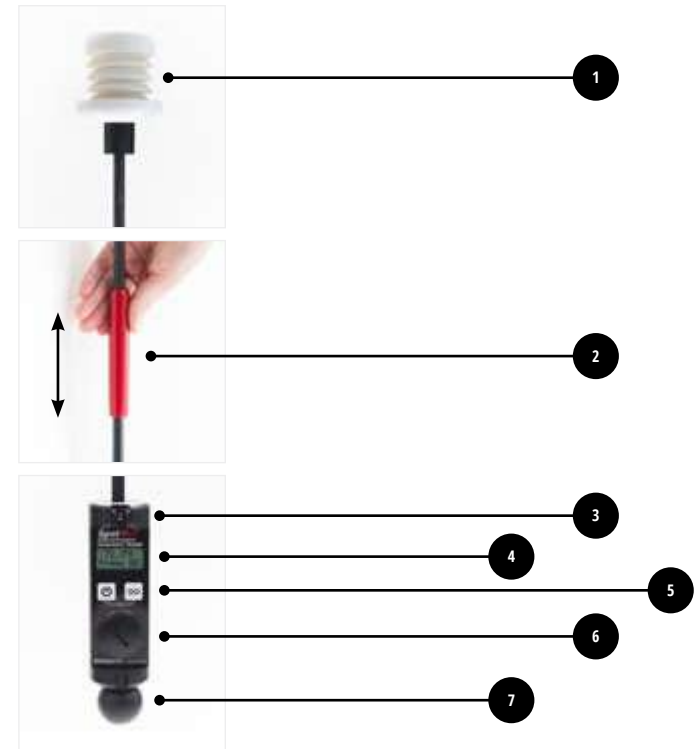

Fig. 1
Dévissez le couvercle du capteur de température. Ensuite, déverrouillez le mât du clip de mât (3) de Fig. 1 en utilisant la forte pression de main vers le haut comme montré sur Fig. 2. Puis, dépliez et déplacez le verrou glissant de mât (2) de Fig. 1 complètement par-dessus du ressort flexible comme montré sur Fig. 1. Lorsque vous avez terminé d'utiliser le compteur, déplacez le verrou glissant de mât en arrière contre le collier de butée et utilisant la forte pression de main et repliez de nouveau le mât en l'enclenchant dans le clip de retenue de mât (3) de Fig. 1. A la fin, remettez le couvercle du capteur de température pour protéger le bouclier anti-radiation de l'impureté ou de choc.
Activez le compteur en cliquant sur le bouton ON et attendez que sur l'écran apparaisse la valeur de la température actuelle après le statut de batterie. On ne doit pas presser d'autres boutons pour mesurer la température actuelle de l'air. Tenez l'extrémité du capteur de température (1) de Fig. 1 à la hauteur de rampe en l'agitant d'avant en arrière jusqu'à ce que vous n'observiez la valeur de température stable sur l'écran LCD. Veuillez noter que la valeur de température clignotant indique que le capteur s'ajuste encore à la température actuelle de l'air. Continuez à agiter le capteur d'avant en arrière jusqu'à ce que la valeur de température sur l'écran ne soit stable. Cela indique la valeur de température stable.
Activez le compteur en cliquant sur le bouton ON et attendez que sur l'écran apparaisse la valeur de la température actuelle, puis pressez le bouton GO pour activer la séquence de lecture de la première inversion. Suivez les instructions sur l'écran de tenir la poignée sphérique (7) de Fig. 1, à la hauteur de 2 mètres (6.5 pieds). Utilisez le Testeur d'Inversion pour régler cette hauteur; il mesure un mètre et pour cette raison il peut être utilisé comme un outil de mesure en plaçant l'extrémité de bouclier sur le sol et en marquant la hauteur de la poignée sphérique comme montré sur Fig. 3. Puis, élevez la poignée sphérique jusqu'à ce que l'extrémité de bouclier ne soit sur la hauteur annotée d'un mètre comme montré sur la Fig 4. Cela fixe la poignée sphérique sur l'altitude de 2 mètres (6.5 pieds). Poussez le bouton GO pour activer la séquence de lecture pour la mesure de la température basse. En tenant la poignée sphérique du mètre à 2 mètres (6.5 pieds) agitez vite le capteur d'avant en arrière pour améliorer l'écoulement d'air comme sur Fig 5. (agitation énergique donne une réponse plus vite). Continuez d'agiter d'avant en arrière jusqu'à ce que l'écran ne bippe et montre "DONE". Maintenant retournez le compteur de sorte que l'extrémité pointe vers le ciel tout en continuant de tenir la poignée sphérique à 2 mètres (6.5 pieds) comme montré sur Fig 6. Poussez le bouton GO pour activer la séquence de lecture pour la mesure de la température haute. Suivez les instructions antérieures sur agitation et attente jusqu'à ce que la mesure de la valeur de la température soit complète. Sur l'écran va apparaître soit "INVERSION PRESENTE!" (INVERSION PRESENT) ou "PAS D'INVERSION" (NO INVERSION) basé sur les valeurs de température enregistrées comme montré sur Fig. 7. Ensuite, sur l'écran sera visible l'intensité d'inversion exprimée en °C ou °F. L'écran va continuer d'alterner entre le résultat d'inversion et l'intensité pour une minute avant de s'éteindre automatiquement. Note: Ce compteur ne va pas enregistrer la valeur de température jusqu'à ce que le logiciel ne détecte la valeur stable. Donc, le temps "d'agitation" sera plus long quand le capteur se trouve dans un environnement considérablement plus chaud ou plus froid de celui où il était gardé.